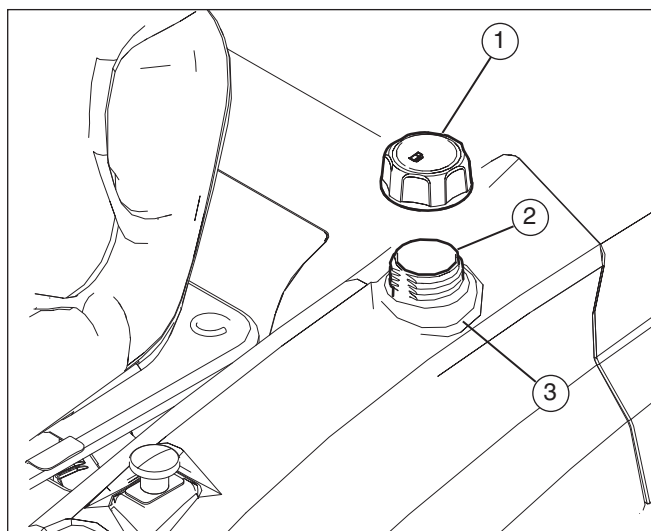

Figura 20
1. Togliere il tappo di riempimento (1) (vedere **Figura 20**).
2. Rifornire il serbatoio (2) sino al livello di PIENO (3) con normale carburante senza piombo.